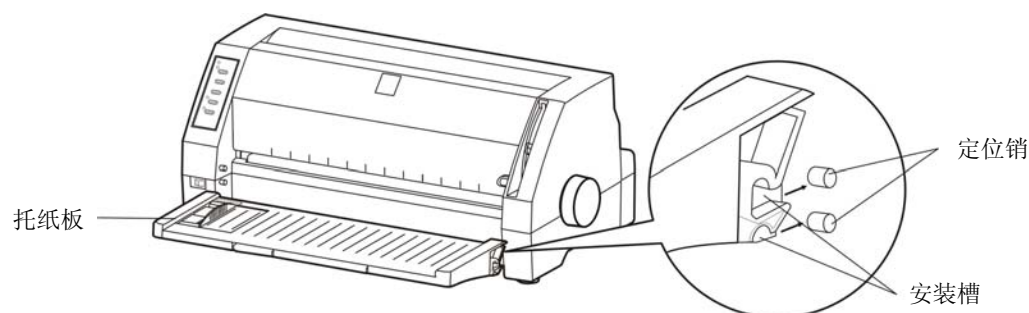

图 2-5 安装托纸板
1. 双手握住托纸板两端，将托纸板两外侧的安装槽对准机外壳前内侧的定位销后（如图 2-5 所示），向前推入。